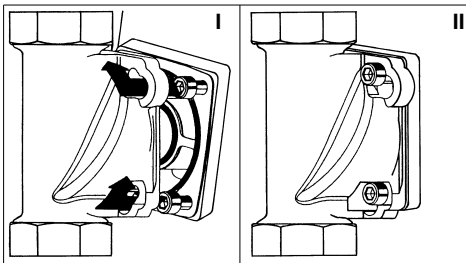

Abb. 4: Einbaudrehflansch mit Bajonett
- An den Einbaudrehflansch so ansetzen, dass die vier Schraubenköpfe durch die Bajonettbohrungen hindurch gehen (siehe Abb. 4 I).
- Das Wasserbehandlungsgerät ca. 30° im Uhrzeigersinn zurück schwenken und die vier Innensechskantschrauben festziehen (siehe Abb. 4 II).